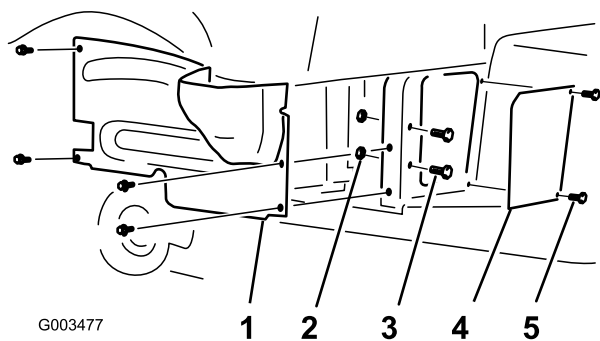

Figure 1
2. Retirez les 4 boulons à embase qui fixent le carénage de la roue droite au cadre (Figure 1).
4. Enlevez les 2 vis, les 2 boulons, les 2 rondelles et les 2 écrous qui fixent le panneau de protection au cadre (Figure 1).